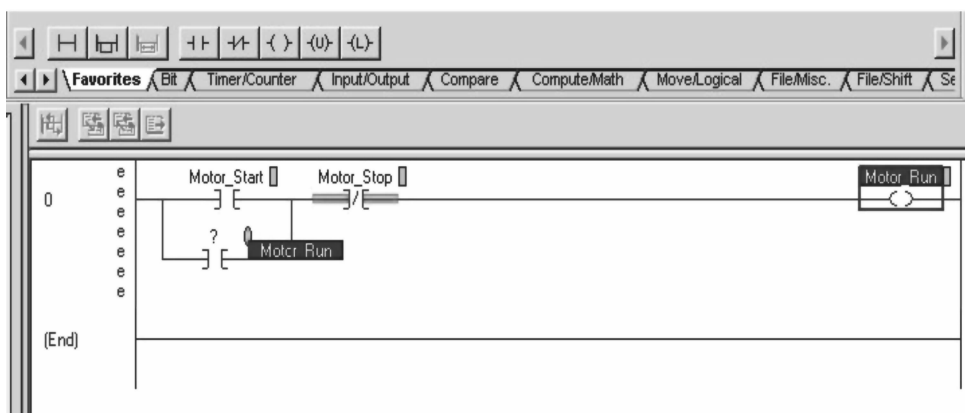

图 1-29 选中将要使用的源标签
12. 在 OTE 指令的标签 Motor_Run 上单击并按住鼠标左键, 如图 1-29 所示。